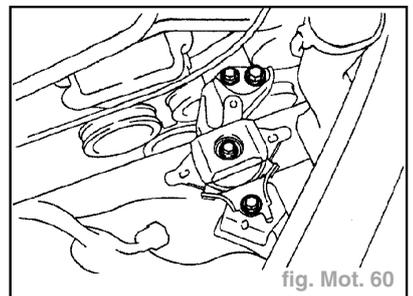

fig. Mot. 60
- Déposer les 4 boulons et le silentbloc de support de fixation moteur (fig. Mot. 60).